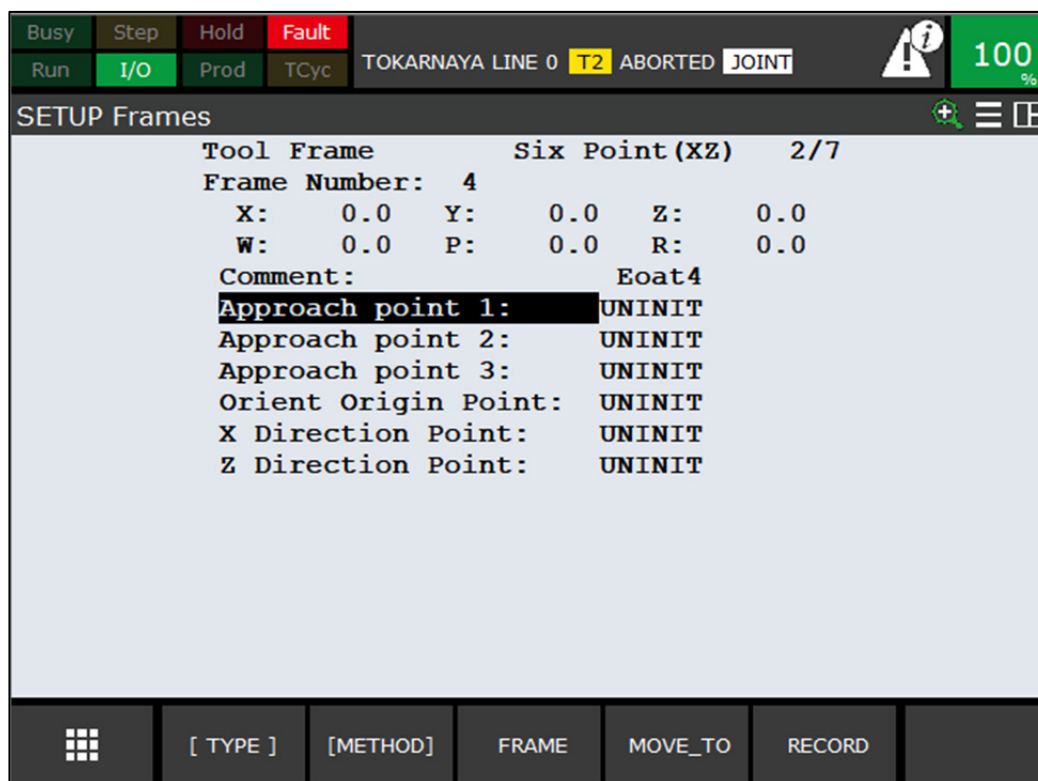

Рис. 3.2. Окно калибровки
3. Выбрать незаполненную строку и зайти в меню калибровки нажатием клавиши «ENTER» (рис. 3.2).